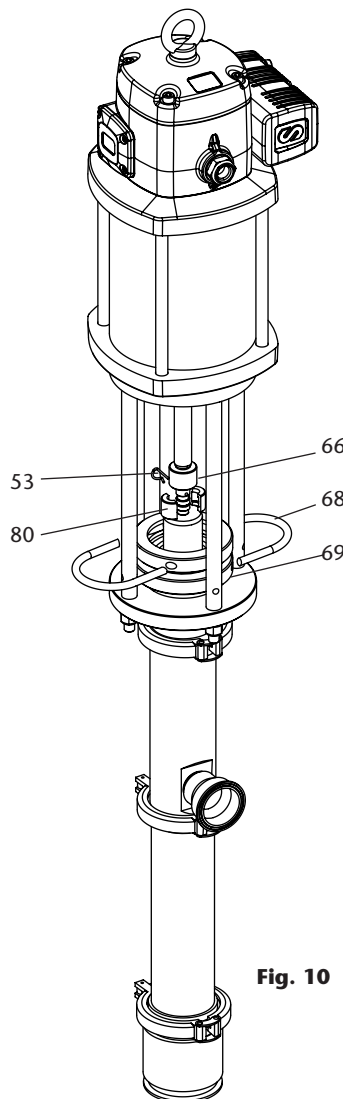

Fig. 10
5. Retirar el pasador muelle del vástago motor (53). Levante la cubierta (79), retire los acoples (80) e inserte de nuevo el pasador muelle para mantener en su sitio la cubierta (fig. 10).
6. Soportando el peso de la bomba para evitar su caída, retire los muelles (68) del anillo de cierre (69).